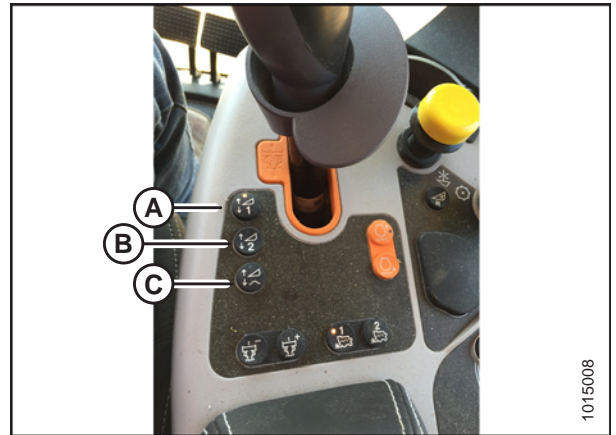

Figura 3.429: Controles das colheitadeiras New Holland
5. Selecione um dos botões de regulagem de altura automática mostrados na figura 3.429, página 251.